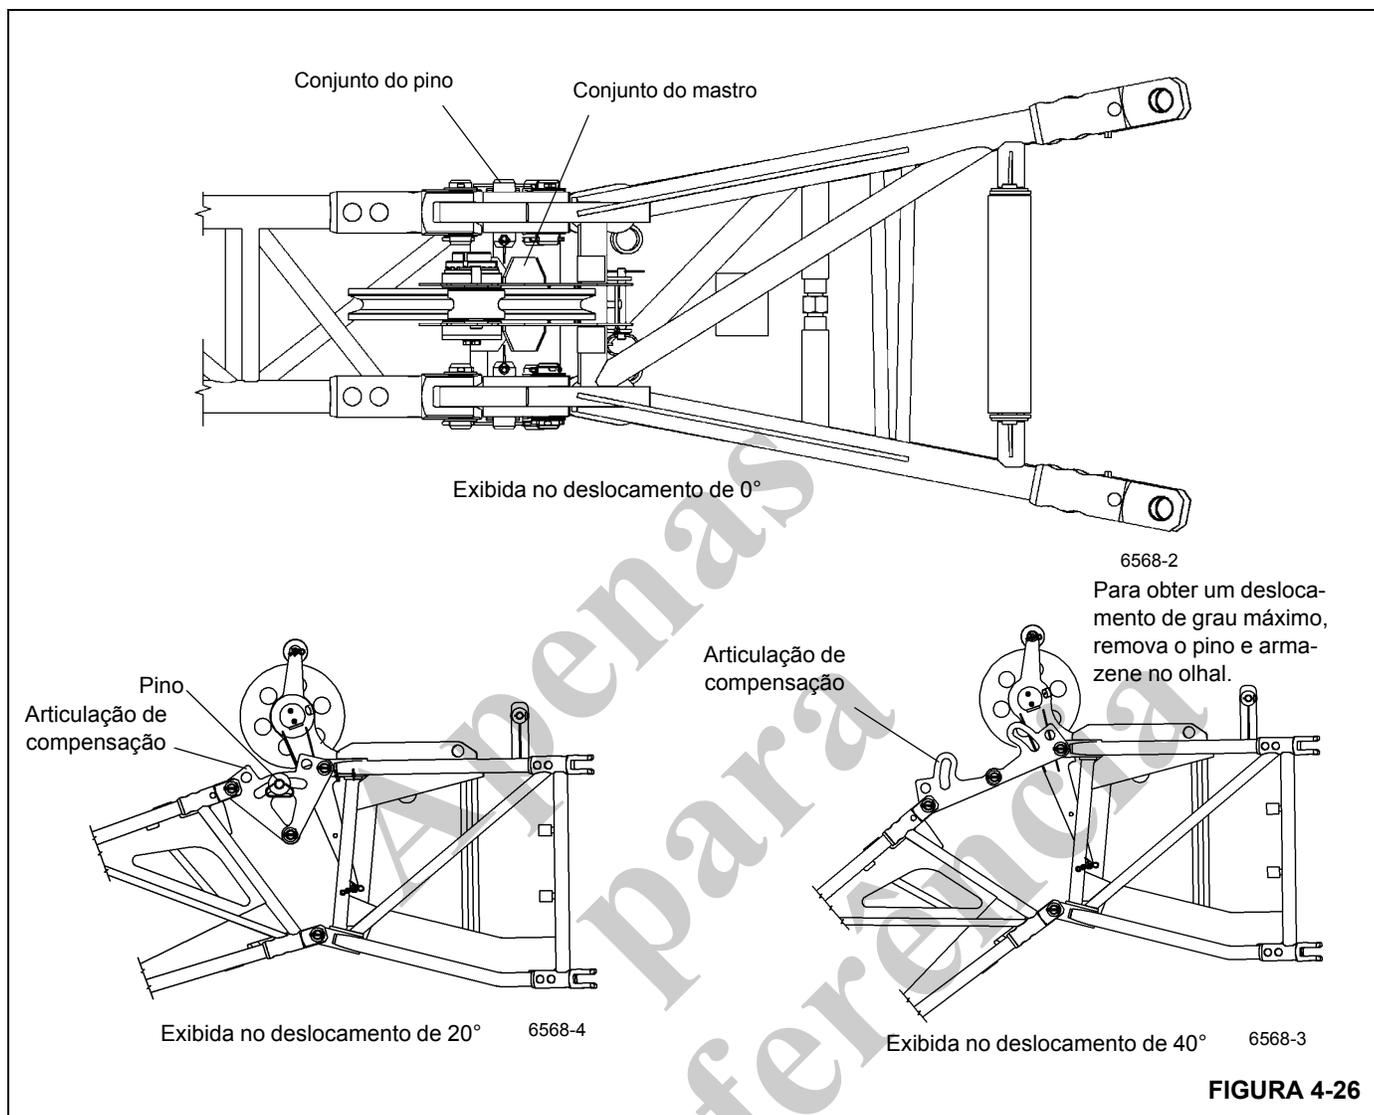

FIGURA 4-26
3. Para ajustar o deslocamento de um grau menor para um grau maior, siga os procedimentos abaixo (Figura 4-26):